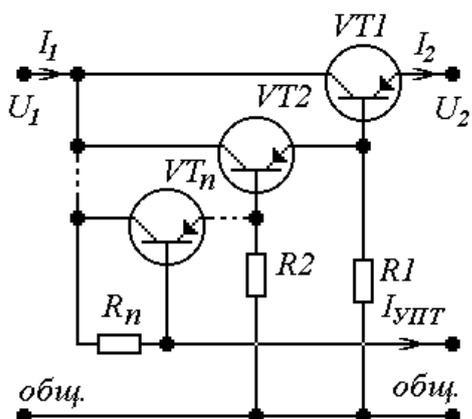

Рис.1. Вариант 1
$$U_{1ном} \geq \frac{U_{2ном} + 4}{1 - 2\delta_1 - q_1}, \text{ для рис. 1, 2.} \quad (1)$$
$$U_{K1} = (1 + \delta_1 + q_1)U_{1ном} - U_{2ном}, \text{ для рис. 1, 2, 3, 4, 5, 6, 7, 8.} \quad (4)$$
$$I_{PЭmax} = I_{2max}, \text{ для рис. 1, 2, 3, 4, 5, 6, 7, 8.} \quad (7)$$
$$I_{Kl} = \frac{I_{PЭmax}}{\prod_{j=0}^{l-1} K_{lj}}, \quad l=1 \dots n, \quad K_{l0} = 1, \text{ для рис. 1} \dots 10. \quad (9)$$
$$K_{I_l} = \beta_l + 1, \quad l=1 \dots n, \text{ для рис. 1, 2, 3, 4, 5, 6, 9, 10.} \quad (10)$$
$$R_l \leq U_{2ном} / I_{KO_l}, \quad l=1 \dots (n-1), \text{ для рис. 1, 2, 3, 4, 5, 6.} \quad (12)$$
$$R_n \leq \frac{\left( (1 - \delta_1 - q_1) U_{1ном} - U_{2ном} - \sum_{i=1}^n U_{БЭ_i} \right) \prod_{i=1}^n K_{I_i}}{I_{PЭmax}}, \text{ для рис. 1, 2.} \quad (15)$$
$$I_{УПТmax} = \frac{(1 + \delta_1) U_{1ном} - U_{2ном}}{R_n}, \text{ для рис. 1, 2.} \quad (17)$$
$$R_i = \left( \sum_{l=1}^n \frac{\prod_{i=0}^{l-1} K_{I_i}}{r_{d_l}} + \frac{\prod_{i=0}^n K_{I_i}}{R_n} \right)^{-1}, \text{ для рис. 1, 2.} \quad (24)$$